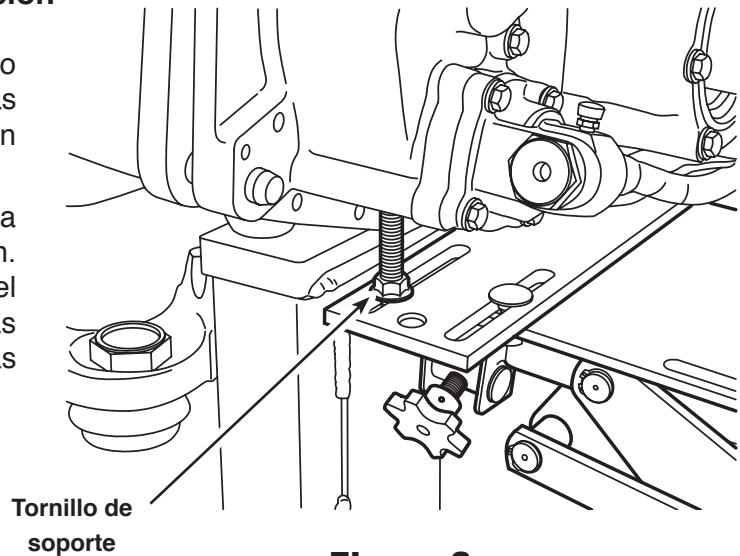

Figura 3
7. Enrosque la tuerca de brida superior en el tornillo de soporte totalmente hasta el fondo de las roscas hasta que el tornillo de soporte haga contacto con el alojamiento. Consulte la figura 3.